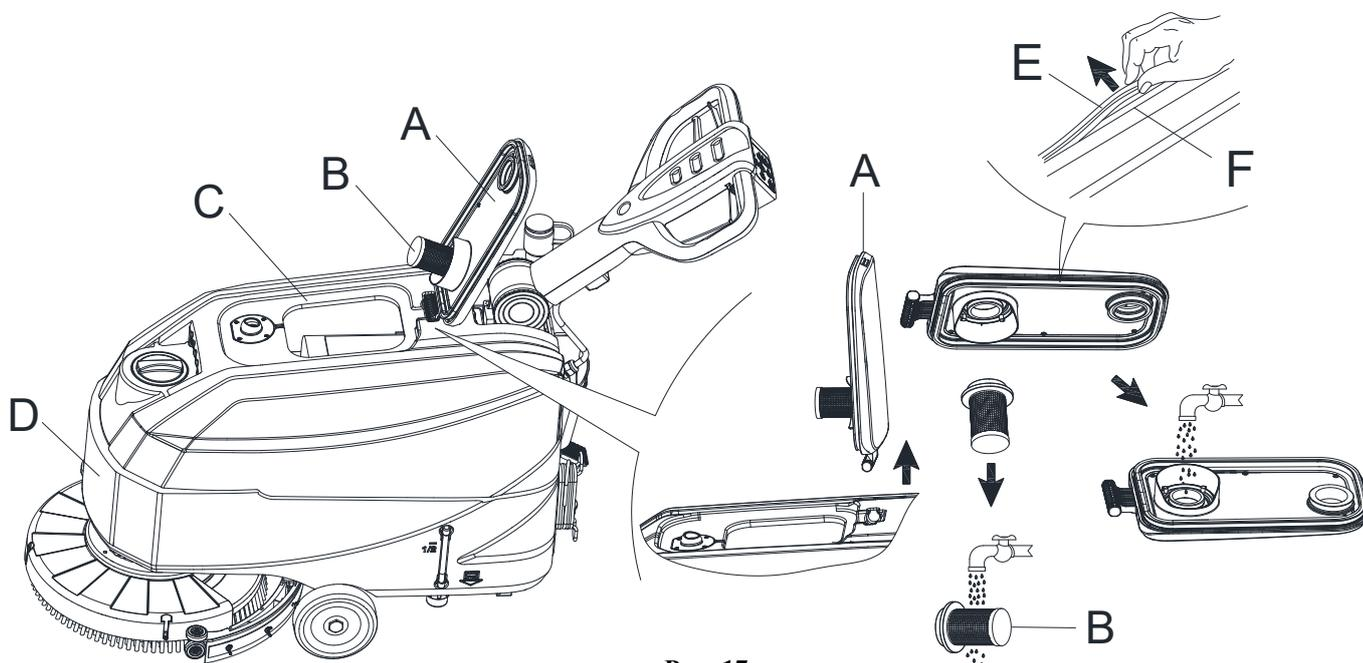

Рис. 17
3. Откройте крышку бака грязной воды (А, Рис. 17) в положение на 90 градусов, в котором ее можно снять с бака грязной воды, а затем выньте поплавковый фильтр (В) из бака грязной воды.